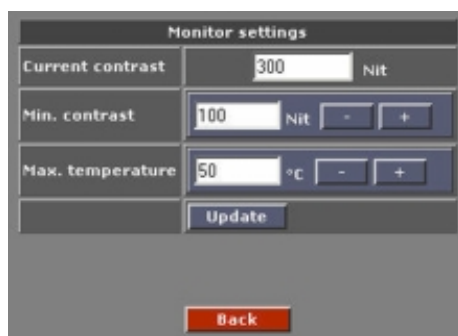

Imagen 15-3
- La ventana para el ajuste de la temperatura aparecerá. (imagen 15-3)